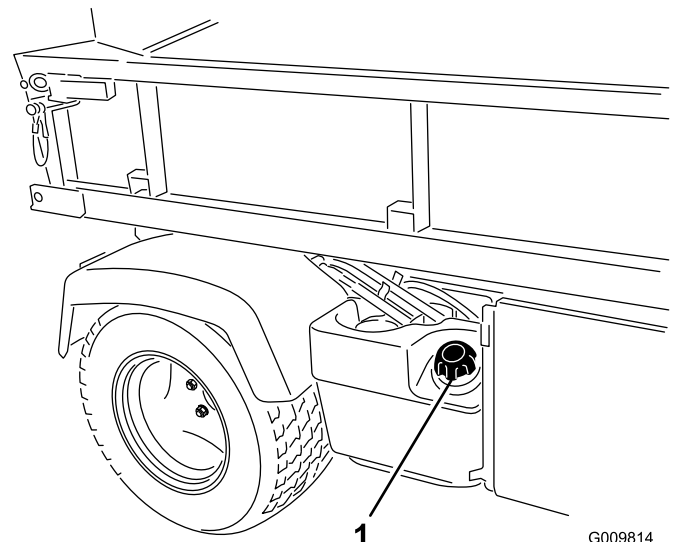

Bild 16
2. Entfernen Sie den Tankdeckel (Bild 16).